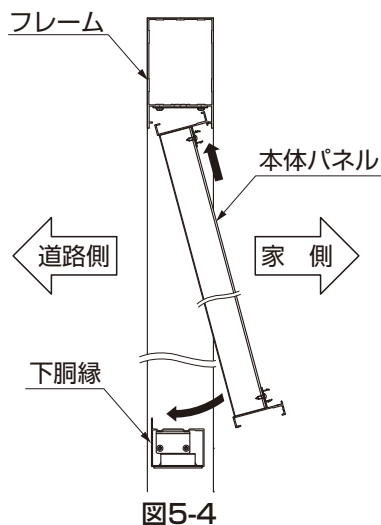

図5-4
- ①本体パネルを上側からフレームに差込み、下胴縁に乗せて【1-1】で取付けてください。（図5-4参照）
- 本体パネルは家側からフレームに組み込んでください。（図5-4参照）